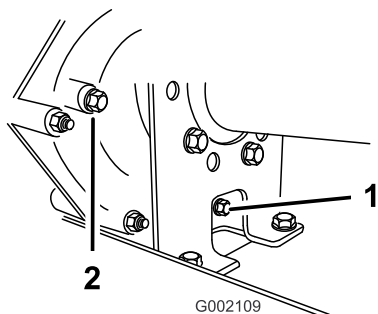
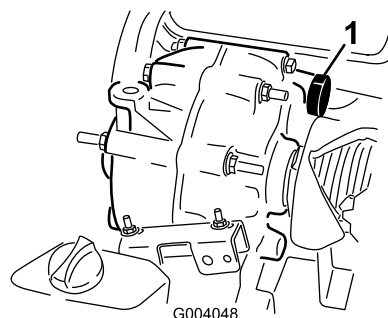

Figura 56
Figura 57
2. Limpe a área em torno dos tampões de enchimento e escoamento com um trapo (Figura 56).
4. Retire o tampão de enchimento rodando-o para a esquerda (Figura 56).
5. Retire o tampão de escoamento rodando-o para a esquerda (Figura 56).
6. Coloque e aperte o tampão de escoamento e a junta no orifício do tampão de escoamento da transmissão (Figura 56).
7. Encha o reservatório (Figura 57) através do orifício do tampão de enchimento com aproximadamente 1,4 litros do óleo especificado ou até o nível de óleo na transmissão estar alinhado com a parte inferior das estrias (Figura 56).
8. Coloque e aperte o tampão de enchimento e a junta no orifício do tampão de enchimento da transmissão (Figura 56).
10. Verifique o nível de fluido e adicione mais fluido, se o nível estiver abaixo das estrias do orifício do tampão de enchimento (Figura 56).